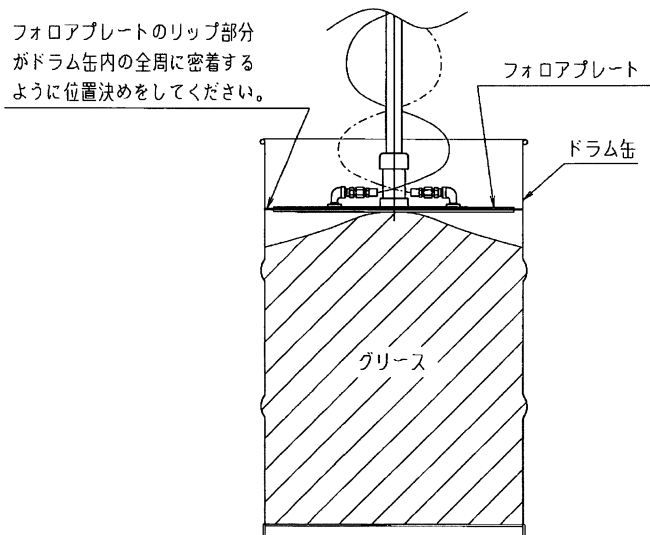

fig. 2
1. ドラム缶中央部のグリースを山状にする事により、フォロアプレートの底面に押し当てられる事から山状のグリースが外側へ広がりながらグリースの表面が慣らされる（水平に近づく）為、エア噛みの要因を取り除きます。山の中央部と外周部の差の目安は、約50mm程度です。ドラム缶開封時にグリース充填跡が波状になっている場合などもこて等を使用して平滑な凸面にして下さい。この時にフォロアプレート中心とドラム缶の中心とが同じになるように位置決めをしてください。（fig. 2）